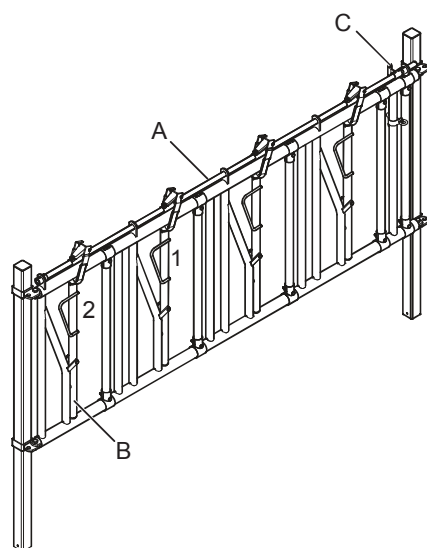

Fig. 5
Hvis styringsenheten (C) står i åpen posisjon, vil det dreibare røret (B) bevege seg fritt mellom de to posisjonene (1) og (2), se Fig. 5. Kyrne kan gå inn og forlate fôrbrettet frivillig.